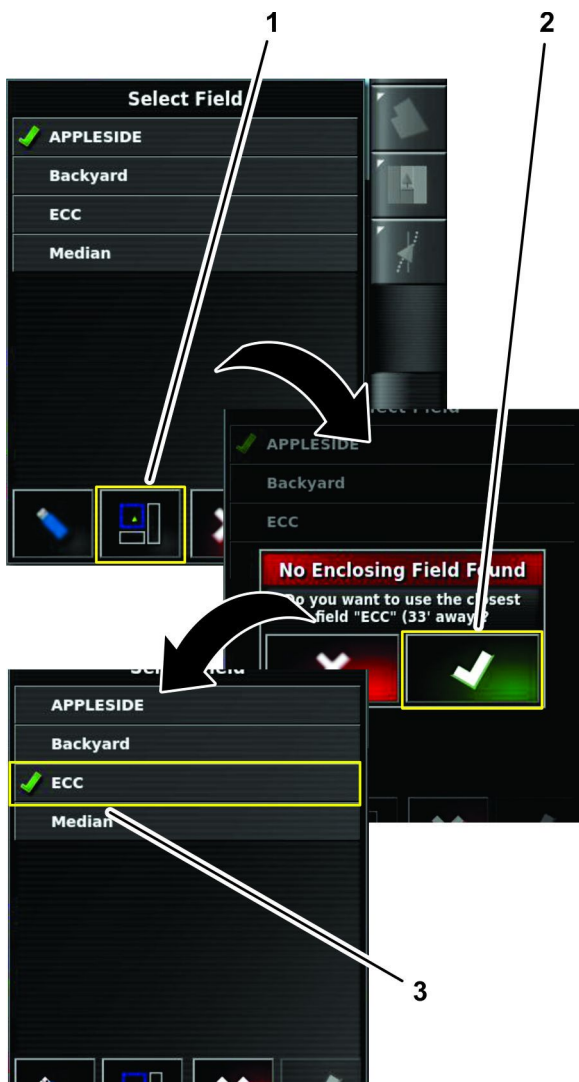

图 37
- 1. 在选择场地列表中按“最近的 GPS”场地边界图标图 37。
2. 按确认图标图 37。